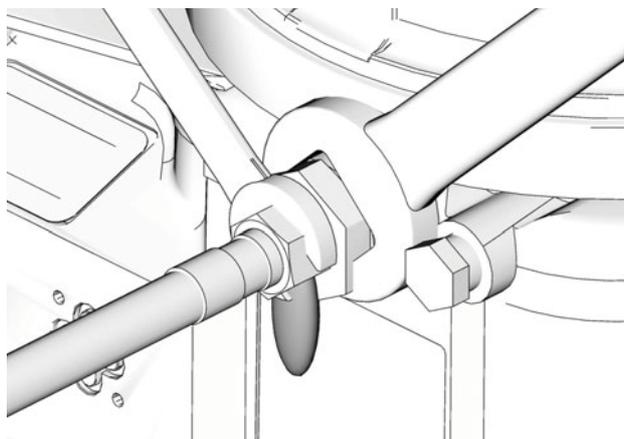

FIG. 3
4. Apriete el elemento de bomba a mano y luego apriete a 50 in. lbs (5.6 N•m) (FIG. 3).